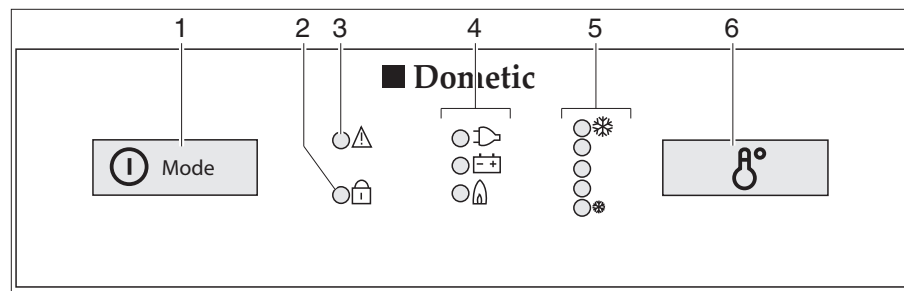

Fig. 319 Elementos de mando para el frigorífico (Dometic de la serie 8 con SMSE)
- Pulsar el conector/selector de energía (Fig. 319,1) 2 segundos para conectar el aparato. Se ilumina el LED del último modo de funcionamiento seleccionado.
- Si fuera necesario, pulsar el conector/selector de energía (Fig. 319,1) varias veces brevemente hasta que se ilumine el piloto gas "🔥". El suministro de gas está abierto. El encendido se realiza automáticamente. Se oye un sonido de tic-tac hasta que el proceso de encendido se haya llevado a cabo con éxito.
- Ajustar la temperatura de refrigeración con el conmutador para el ajuste de la temperatura (Fig. 319,6).
- Si fuera necesario, pulsar el conector/selector de energía (Fig. 319,1) varias veces brevemente hasta que se ilumine el piloto 230 V "⚡".
- Si fuera necesario, pulsar el conector/selector de energía (Fig. 319,1) varias veces brevemente hasta que se ilumine el piloto 12 V "⊕".